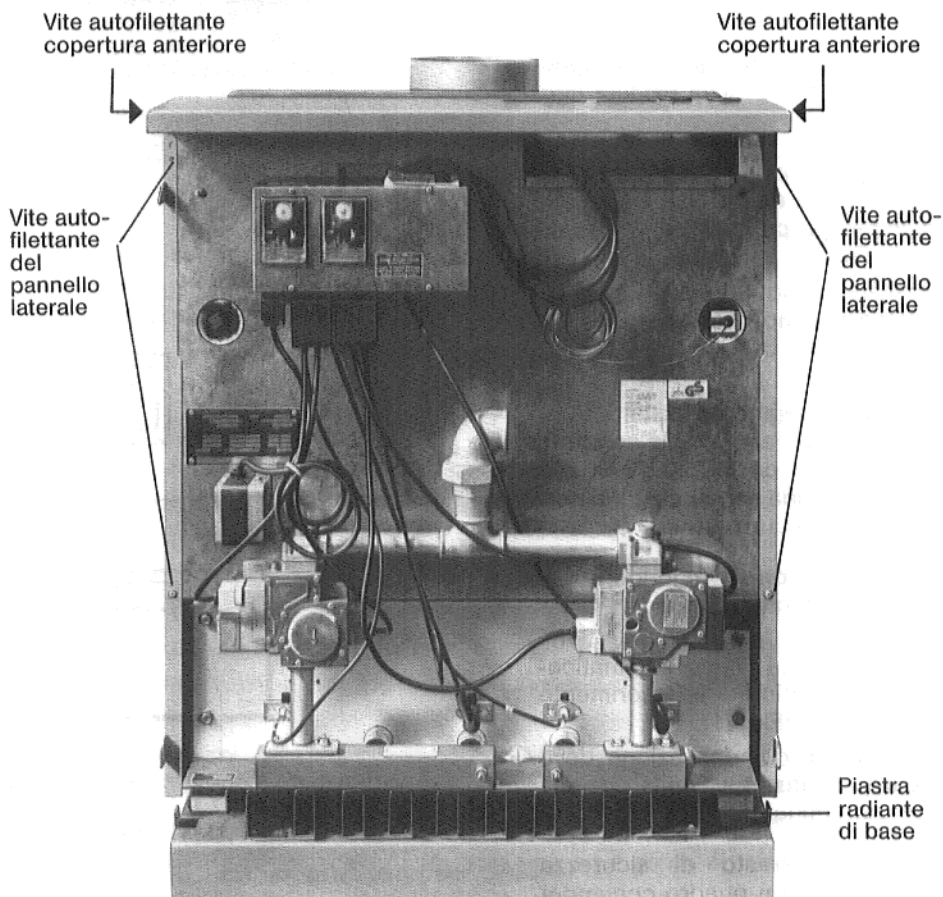

Fig. 7
- Verificare che la piastra radiante di base (Fig. 7), la quale è libera, sia concomitante con lo schermo verticale posteriore.
7. Fissare entrambe le alette del coperchio anteriore ai pannelli laterali per mezzo di due viti autofilettanti (Fig. 7).